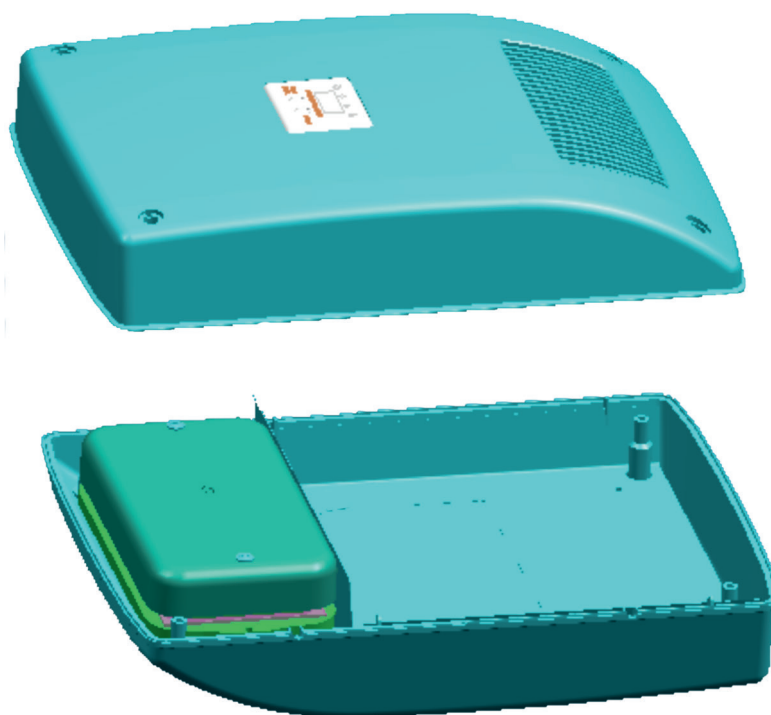

Рис.6
- выполнить действия п.7.3 (разъединение панелей передней и задней рециркулятора) - рис.6
- вынуть использованный фильтр, соблюдая правила обращения с инфицированными материалами (рис.6а);
Рис.6а